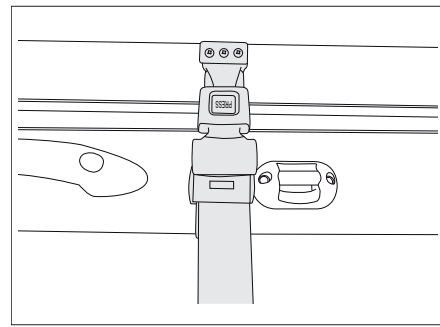

Fig. 154 Cinturón de retención de cama elevada manual
- Asegurar la cama elevada con el cinturón de retención al techo (Fig. 154).